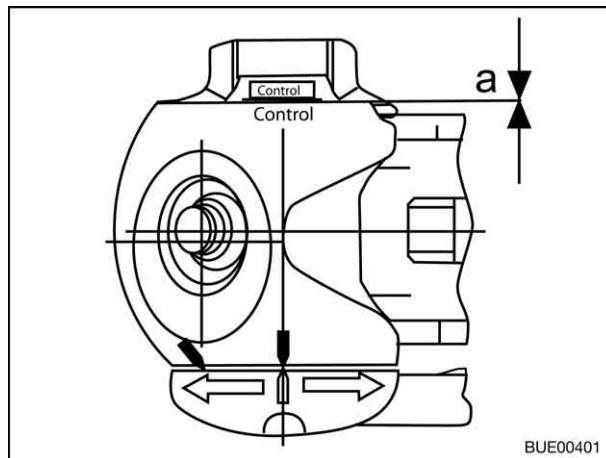

Fig. 101 Controllo usura
- Distanza $a = 0$ (Fig. 101):